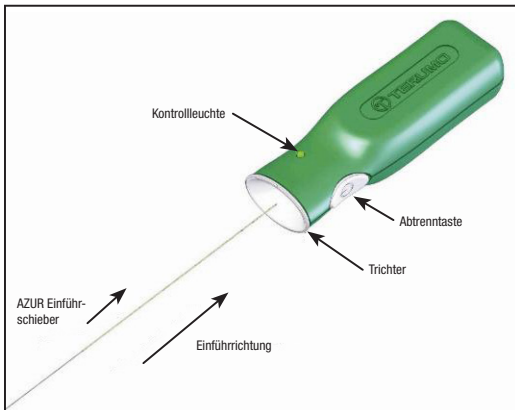

Abbildung 2 – AZUR Abtrennregler
15. Vor der Verwendung des Produkts das proximale Ende des Einführschiebers aus der spiralförmigen Verpackung entnehmen. Darauf achten, dass dieses Ende des Einführschiebers nicht mit Fremdstoffen wie Blut oder Kontrastmittel verunreinigt wird. Das proximale Ende des Einführschiebers fest in den Trichterabschnitt des AZUR Abtrennreglers einführen (siehe Abbildung 2). **Zu diesem Zeitpunkt nicht den Abtrennkopf drücken.**
32. Das proximale Ende des Einführschiebers mit dem AZUR Abtrennregler verbinden, indem das proximale Ende des Einführschiebers fest in den Trichterbereich des AZUR Abtrennreglers eingebracht wird (siehe Abbildung 2).